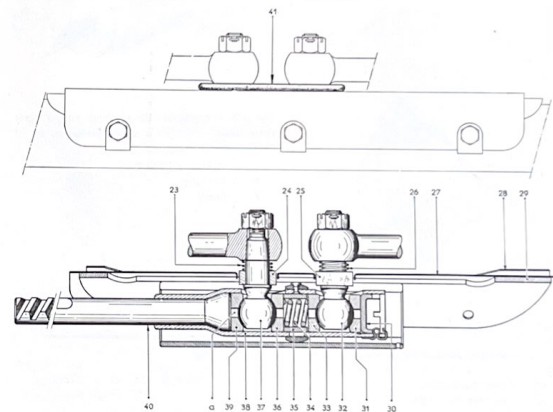

Fig. 5.4.—Sección parcial de la caja de la dirección, lado rótulas de la cremallera.
Retirar los muelles (23 y 26) de apoyo de los dados (24 y 25) (fig. 5.4). En modelos posteriores los muelles están sustituidos por una placa de goma (41) (fig. 5.4). Esta placa hay que reemplazarla después de cada desmontaje, ya que queda deteriorada por el extractor de las barras de la dirección.
c) Retirar la guía (28) (fig. 5.4) del protector móvil (27). Retirar el mismo así como los dados (24 y 25) de guiado de las rótulas.
g) Retirar el pasador y desatornillar la tuerca (30) (fig. 5.4).
h) Colocar en su sitio el tapón expansible (20). Encararlo aplastándolo con un martillo. Deformar el metal del pivote en cuatro puntos con la ayuda de un cortafrios para frenar dicho tapón expansible.
5.1.2.3. Rearmado de la dirección (fig. 5.4 y 5.5).
a) Colocar en la cremallera los dos asientos (36 y 39) de la rótula (37).